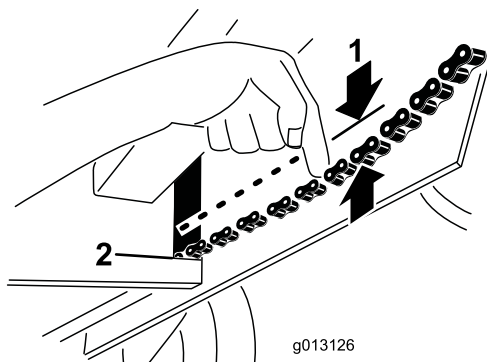

Bild 26
3. Ziehen Sie jede Kette in der Nähe der Öffnung im Rahmen mit einer Kraft von 4,5 kg nach unten (**Bild 26**). Wenn eine Kette die Unterseite der Öffnung im Rahmen berührt, muss sie wie folgt angezogen werden: